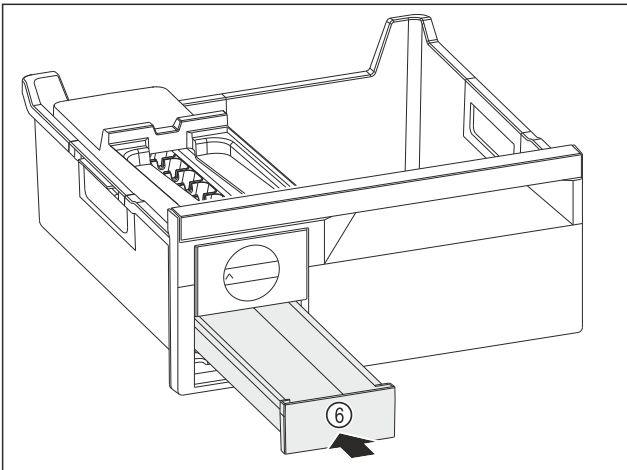

Fig. 111
- ▶ Eiwürfelschubfach Fig. 111 (6) einschieben.